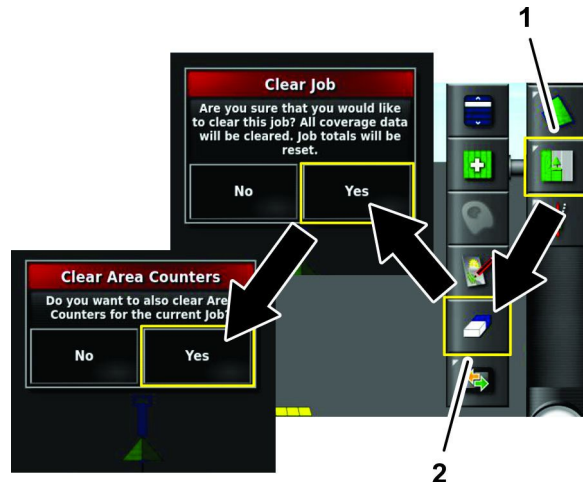

Рисунок 30
1. Нажмите на значок меню рабочего задания (Рисунок 30).
2. Нажмите на значок удаления сведений о рабочих заданиях (Рисунок 30).
3. В диалоговом окне удаления сведений о рабочих заданиях нажмите на значок «Да» (Рисунок 30).
4. В диалоговом окне сброса счетчиков зон нажмите на значок «Да» (Рисунок 30).